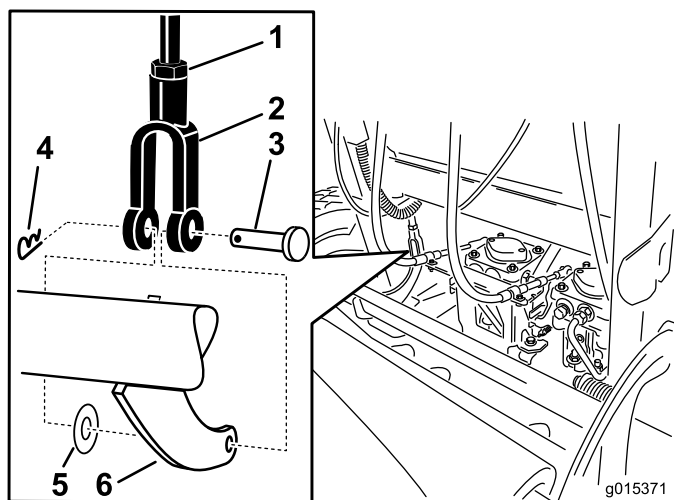

Figure 63
5. Pour régler le frein, retirez la goupille fendue et l'axe de chape du levier de frein inférieur et de la chape (Figure 63).
6. Desserrez l'écrou de blocage (Figure 63).
7. Tournez la chape. Pour serrer le frein, tournez la chape vers le haut. Pour desserrer le frein, tournez la chape vers le bas (Figure 63).
8. Fixez la chape au levier de frein inférieur avec la goupille fendue et l'axe de chape (Figure 63).
9. Resserrez l'écrou de blocage (Figure 63).